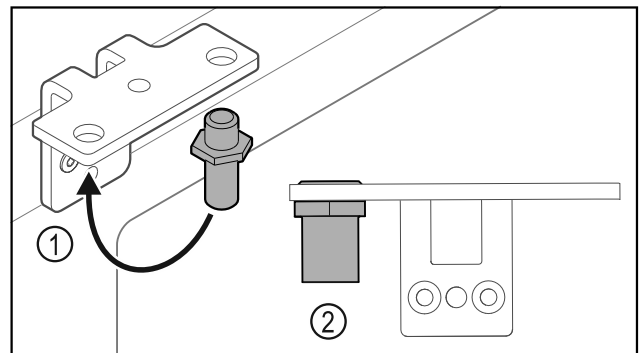

Fig. 37
- ▶ 调换合页角铁中的螺栓 Fig. 37 (1)。
- ▶ 用 **12 Nm** 的扭矩拧紧螺栓 Fig. 37 (2)。